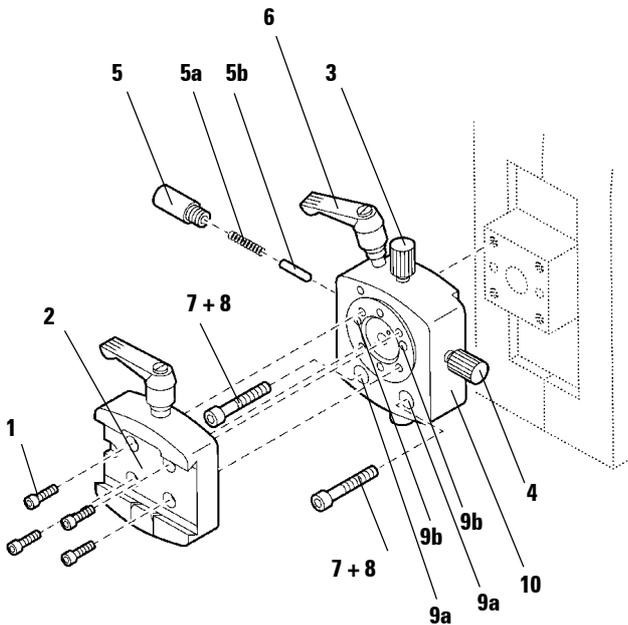

Fig. 21.2
7.3.2 Support de porte-échantillon orientable (Fig. 21.2)
- Tournez le boulon excentrique (6) dans le sens inverse des aiguilles d'une montre pour le desserrer.
- Dévissez complètement le membre de pression (5) à l'aide du tournevis et extrayez-le avec le ressort (5a) et la broche (5b).
- Dévisser à fond les vis de réglage (3) et (4).
- Présentez le support de porte-échantillon orientable (10) comme indiqué sur le croquis.
- Introduisez les 2 vis (7) dans les trous (9a). On a accès aux 2 vis (8) par les trous (9b).
- Serrez régulièrement les vis (7) et (8) à l'aide d'une clé Allen coudée de 3 mm.
- Introduisez le ressort (5a) et la broche (5b) par le côté aplati dans le membre de pression (5) et vissez celui-ci à fond à l'aide du tournevis.
- Revissez à fond les vis de réglage (3) et (4).
- Posez la pièce à queue d'aronde (2) et fixez-la par les 4 vis (1) à l'aide de la clé Allen coudée de 3 mm.